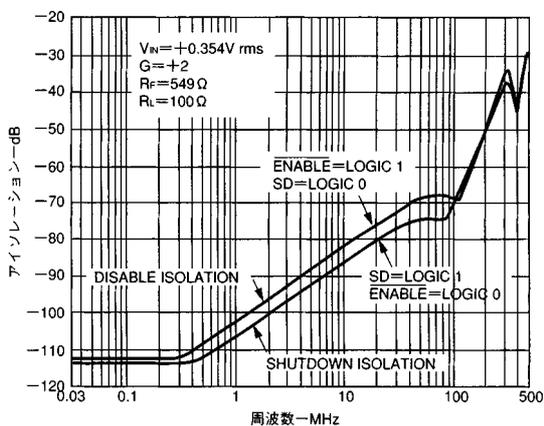

図14. AD8174Rディスエーブルおよびシャットダウン絶縁対周波数
- AD8174のみ。シャットダウン(SD)ピンはグラウンド。マルチプレクサはディスエーブル(すなわちENABLE = 論理1)ですべての入力は同時に $V_{IN} = 0.354\text{ Vrms}$ でドライブ。出力は $f = 5\text{ MHz}$ および 30 MHz でモニターされる。 $R_L = 100$ 。このモードでは、ディスエーブルなマルチプレクサの出力インピーダンスはとも高く(典型値 10 M)。信号はパッケージを越えてカップリングします。負荷インピーダンスとフィードバック回路がクロストークを決定します。例えば、クロース・ループ・ゲインが+1の時、 $r_{OUT} = 10\text{ M}$ 。ゲインが+2($R_F = R_G = 549$)の時、 $r_{OUT} = 1.1\text{ k}$ (図14参照)。
- AD8174のみ。ENABLEピンはグラウンド。マルチプレクサはシャットダウン(すなわちSD = 論理1)ですべての入力は同時に $V_{IN} = 0.354\text{ Vrms}$ でドライブ。出力は $f = 5\text{ MHz}$ および 30 MHz でモニターされる。 $R_L = 100$ (図14参照)。シャットダウン・モードでのマルチプレクサの出力インピーダンスは、ディスエーブル中のマルチプレクサの出力インピーダンスと同じです。